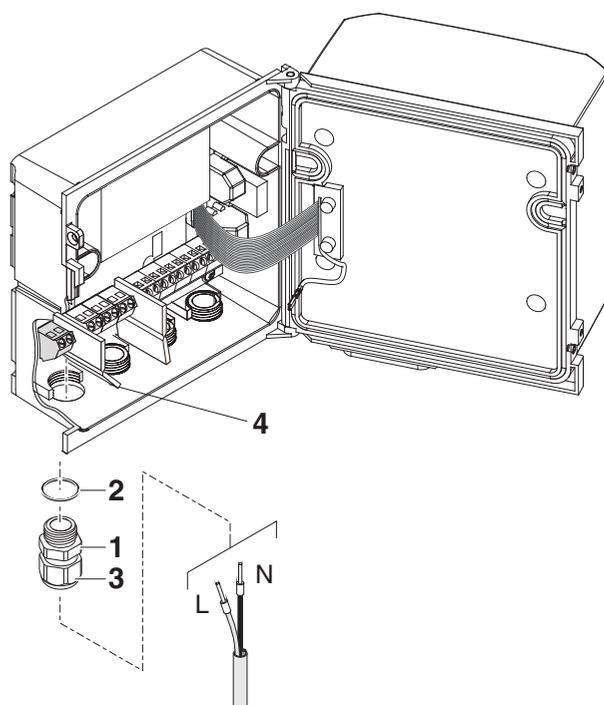

Fig. 3-16 Inserimento della linea da 24 V CA/CC
- 5 Avvitare il pressacavo (pos. 1 nella Fig. 3-16) con la guarnizione di tenuta (pos. 2) nell'involucro sotto il collegamento della linea da 24 V CA/CC.
- 6 Allentare l'anello di accoppiamento (pos. 3).
- 7 Fare passare il cavo della linea da 24 V CA/CC nell'involucro attraverso il pressacavo. Durante questa procedura piegare il divisorio flessibile (pos. 4) verso destra.
- 9 Stringere il dado (pos. 3, Fig. 3-16).